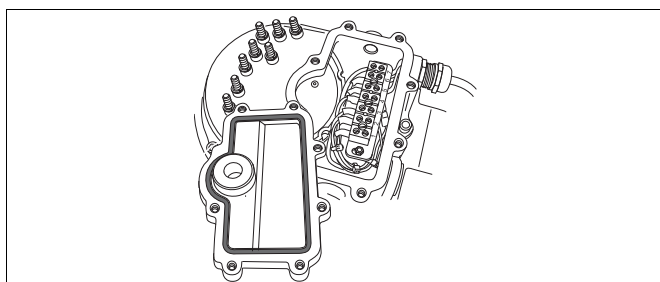
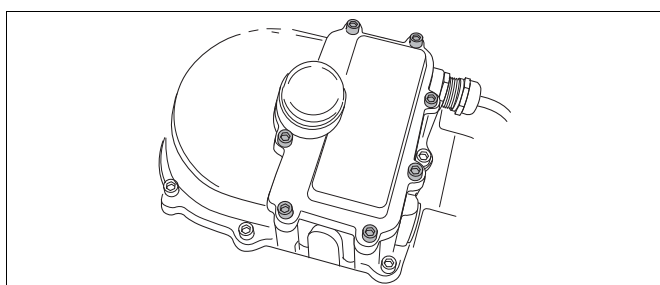

рис. 136
рис. 137
- После подключения установите обратно крышку клеммной коробки (момент затяжки болтов 6 Нм). Следите за чистотой уплотнительных поверхностей (рис. 136, рис. 137).